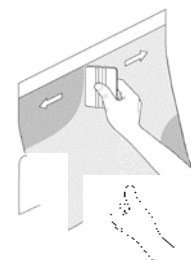

Bild 6
3. Nachdem das Schutzpapier ca. 20 – 30 cm abgezogen wurde, wird von der Mitte beginnend mit der 10 Uhr / 2 Uhr Technik die Folie / Grafik angerakelt mit adäquatem Druck. Dieser Schritt wird bis zum Ende der Grafik wiederholt (Bild 6).